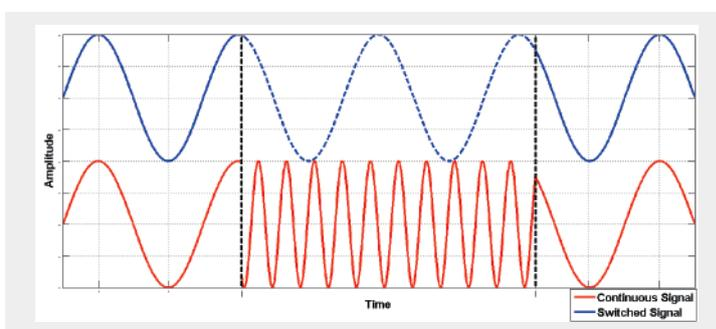

Рисунок 3: Сигнал с памятью фазы
**Сигнал с памятью фазы:** Способность генератора выполнить перестройку частоты, с частоты  $f_1$  на частоту  $f_2$  и обратно на частоту  $f_1$ , сохранив значение мгновенной фазы как будто сигнал не перестраивался по частоте. Пример рисунок 3.